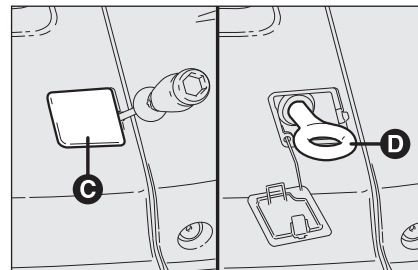

fig. 48
- prélever de la boîte le tournevis en dotation et, en faisant levier dans le point indiqué, soulever le bouchon **C-fig. 48**;
- prélever le dispositif de tractage **D** de la boîte et le visser sur le pivot fileté **fig. 48**.